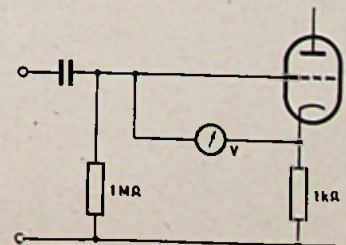

Fig. 9
② Men wenst van een buis in een versterkschakeling de negatieve roosterspanning te bepalen en doet dit volgens het schema van fig. 9. De voltmeter (10.000 Ω per volt) is geschakeld op een bereik van 10 volt en wijst 0,5 volt aan.